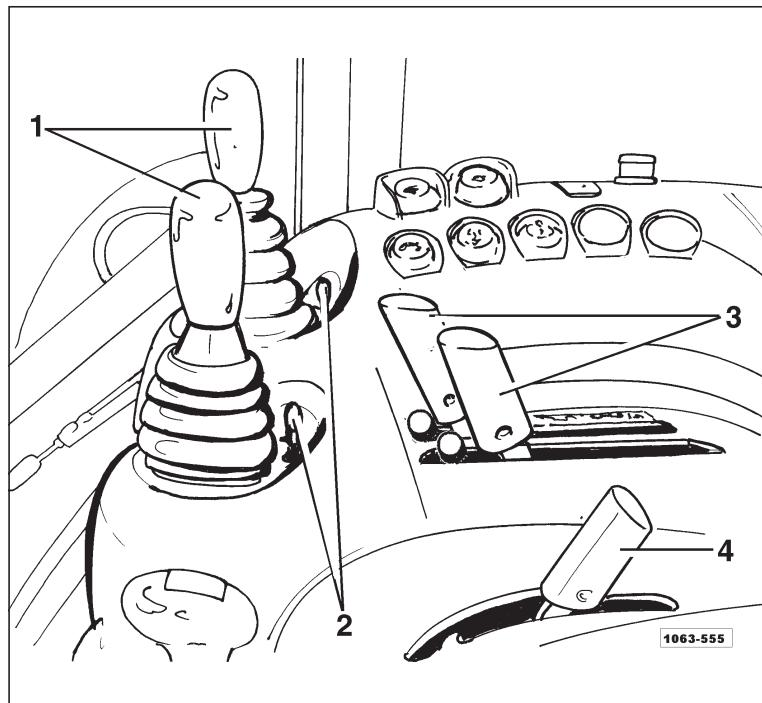

Fig. 1 - Distributeur hydraulique auxiliaire
- Deux distributeurs à double effet (**a1+a2**), qui sont actionnés par un levier cruciforme (Fig. 1). Le distributeur **a1** est actionné en déplaçant le levier avant-arrière en 4 positions : montée, neutre, descente et "flottante". Les positions "flottante" et neutre sont maintenues mécaniquement et le levier doit donc être débloqué manuellement. Les positions montée et descente sont par contre maintenues hydrauliquement et le désenclenchement ces positions à la position neutre est automatiquement obtenu lorsque la pression maximum est atteinte.
- De plus, le tracteur peut être équipés de deux autres distributeurs à double effet (**b1+b2**), qui sont actionnés par un deuxième levier cruciforme (Fig. 1). Le distributeur **b1** dispose des mêmes commandes et fonctions que le distributeur **a1**.
Pour des raisons de sécurité, les leviers de commande des distributeurs peuvent être bloqués en position neutre par des leviers de blocage appropriés (2 Fig. 1).